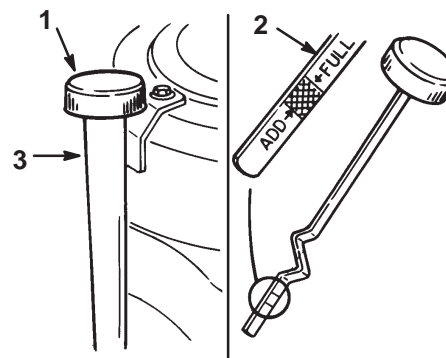

Abbildung 20
3. Den Bereich um den Ölmeßstab herum reinigen (Abb. 20), damit kein Schmutz in den Einfüllstutzen gelangen und so den Motor beschädigen kann.
4. Ölmeßstab losschrauben und das Metallende abwischen (Abb. 20).
5. Ölmeßstab ganz in das Einfüllrohr schieben, nicht auf das Rohr drehen (Abb. 20). Den Ölmeßstab wieder herausziehen und Ölstand kontrollieren. Ist der Ölstand zu niedrig, nur soviel Öl in das Einfüllrohr gießen, bis die Markierung "FULL" erreicht ist.